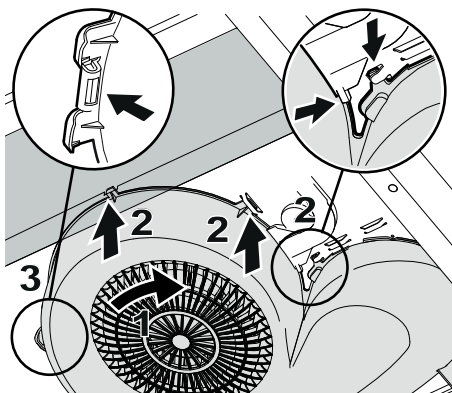

Fig. 8
Påse at alle klipsene passer mot flikene på ventilatoren. Skru inn ventilatorhuset (1) i flikene (2). Trykk ventilatorhusklipsen tilbake i flikene (3).Fig. 8